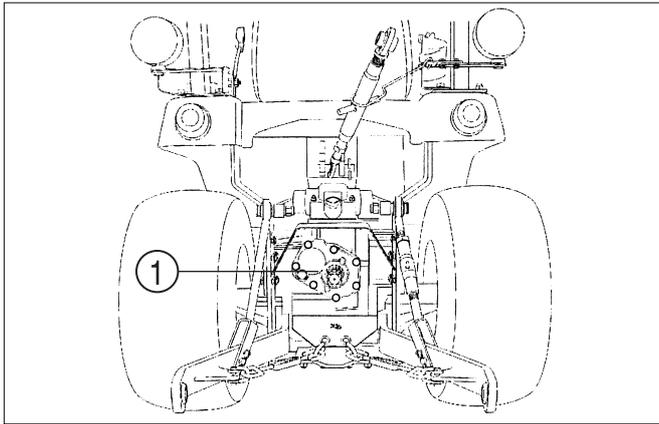

FIG. 39
FIG. 39 : Un arbre de PdF de 35mm (1 3/8") à six cannelures ①, est fourni à l'arrière du tracteur pour transmettre la puissance aux matériels portés et autres équipements entraînés par la PdF suivant les besoins.